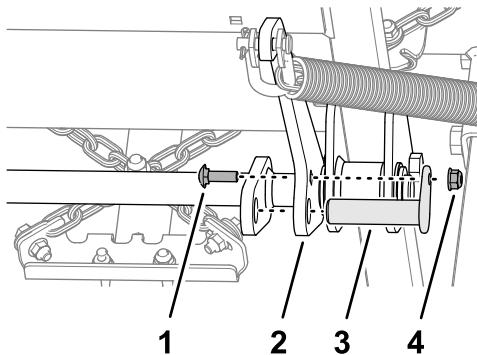

Figura 16
2. Retire el perno de cuello cuadrado y la contratuerca con arandela prensada que sujetan el pasador del cilindro al brazo del eje de elevación (Figura 16).